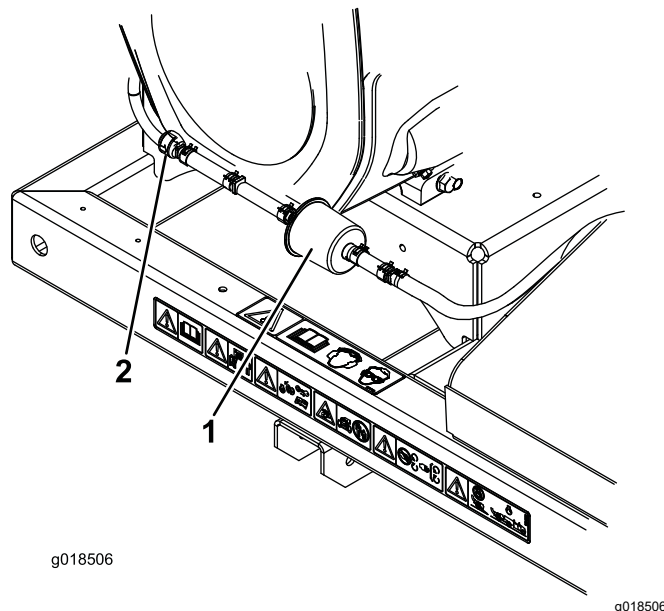

図 23
2. カーボンキャニスタ・パージラインフィルタの前後両側についているホースクランプをゆるめてフィルタから遠い位置に移す【図 23】。
3. カーボンフィルタを外して捨てる【図 23】。
4. 新しいフィルタをホースに取り付けるフィルタについている矢印がチェックバルブの方を向くように取り付け、ホースクランプで元のように固定する【図 23】。